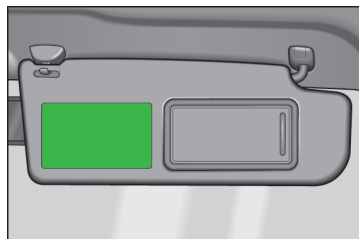

Fig. 14 Parasol del acompañante / adhesivo
- En el parasol del acompañante. En vehículos para algunos países, en el parasol del acompañante se encuentra el adhesivo » fig. 14.